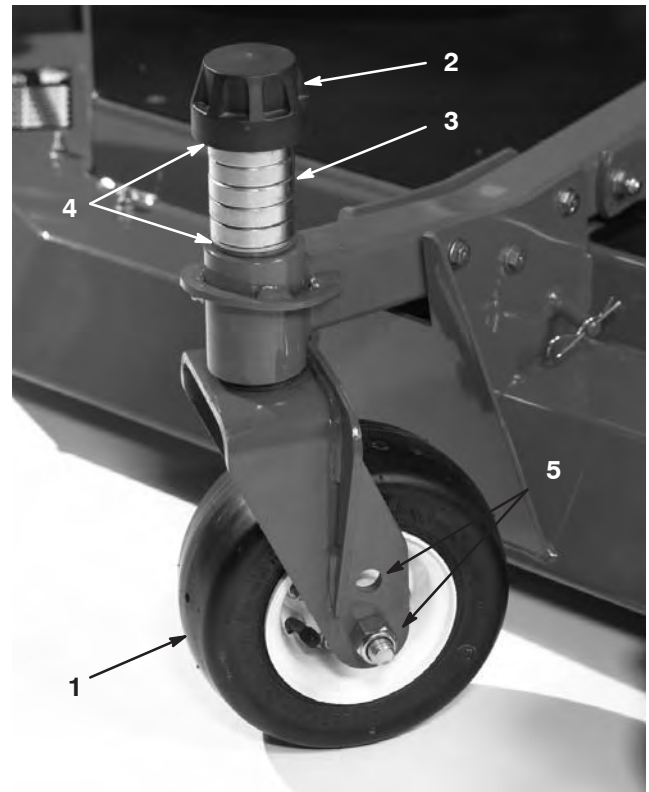

Bild 6
3. Entfernen Sie die Spannkappe von der Spindelwelle (Bild 6) und schieben Sie die Spindel aus dem Laufradarm. Ziehen Sie zwei Beilagscheiben (1/8 Zoll) so auf die Spindelwelle, wie sie ursprünglich montiert waren. Diese Beilagscheiben sind erforderlich, um alle Mähwerke über die Breite auf ein Niveau zu bringen. Ziehen Sie die erforderliche Anzahl von 1/2 Zoll-Distanzstücken (siehe die nachstehende Tabelle) auf die Spindelwelle, um die gewünschte Schnitthöhe herbeizuführen; ziehen Sie dann die Scheibe auf die Welle auf.